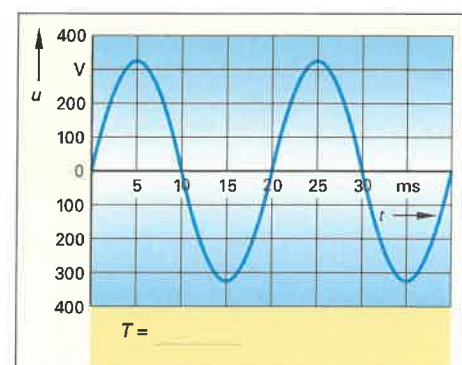

Bild 3: Wechselspannung 230 V/50 Hz
b) Tragen Sie die Periodendauer in ms im Bild 3 ein und kennzeichnen Sie im Diagramm diese Zeit.